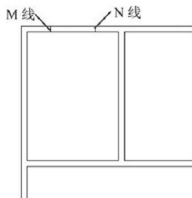

图 2.74 绘制窗洞口线
③ 在指定要偏移的那一侧上的点, 或 [退出(E)/多个(M)/放弃(U)] <退出>: 提示下, 单击 M 线右侧的任意位置, 则生成窗洞口右侧的 N 线, 结果如图 2.74 所示, 按 Enter 键结束命令。
(1) 单击【修改】工具栏上的【阵列】图标  (快捷键 AR), 启动【阵列】命令, 查看命令行。
① 在选择对象: 提示下, 选择图 2.74 中的 M、N 线后按 Enter 键。
② 在输入阵列类型 [矩形(R)路径(PA)极轴(PO)] <矩形>: 提示下, 按 Enter 键选择【矩形】阵列。